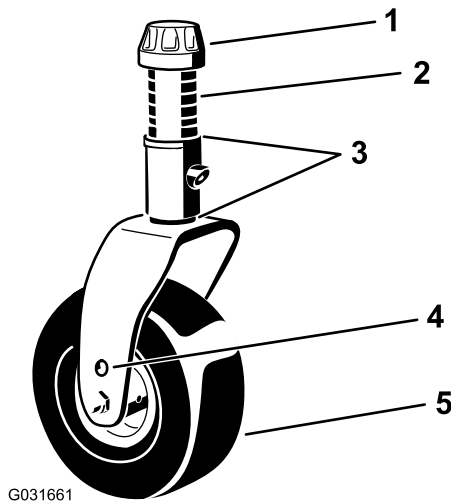

図 27
4. キャスタスピンドルシャフトからテンショニングキャップを外し、キャストアームからキャストシャフトを抜き出す 図 27。